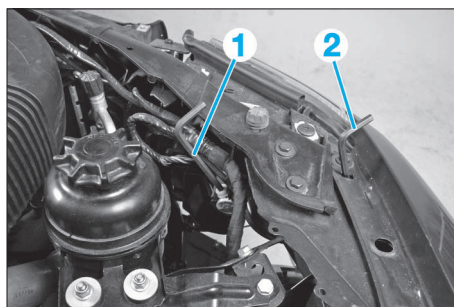

FIG. 37
- Procéder au réglage des projecteurs avant à l'aide des vis (1) et (2) (Fig.37).